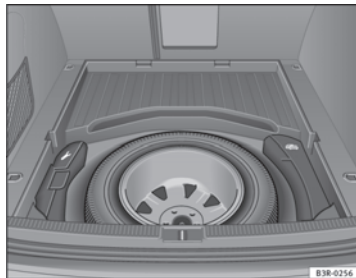

Fig. 194 Roue de secours en acier
- Dévissez la molette ⇒ fig. 194 en la tournant dans le sens inverse des aiguilles d'une montre.